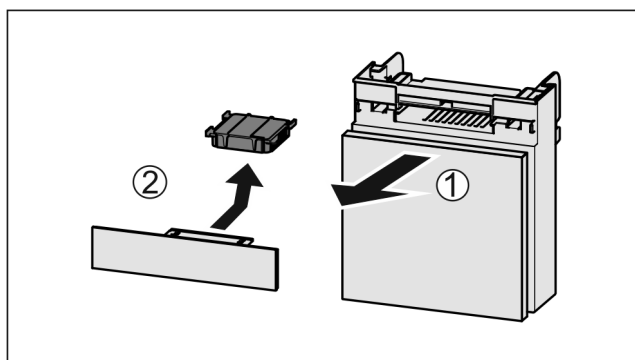

Fig. 118
- Издърпайте Fig. 118 (1) напред от отделениято.
- Извадете Fig. 118 (2) филтъра с активен въглен.